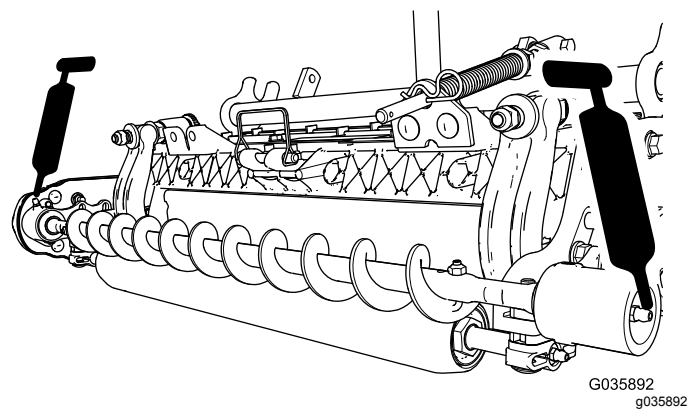

Рисунок 17
4. Заправьте масленки на каждом корпусе подшипника щетки катка консистентной смазкой № 2 на литиевой основе (Рисунок 17).